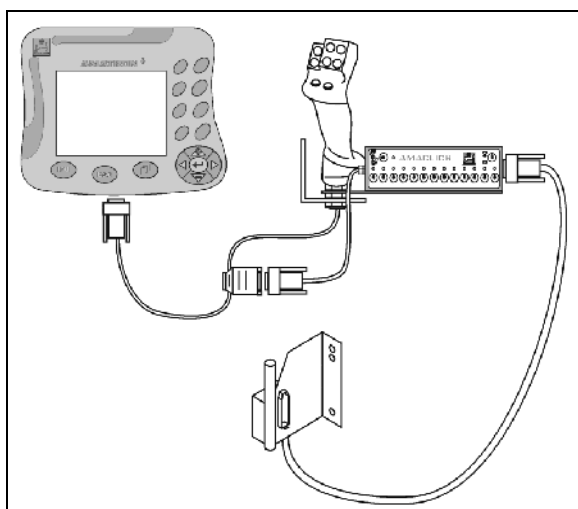

Bild 132
- med joystick enligt Bild 132